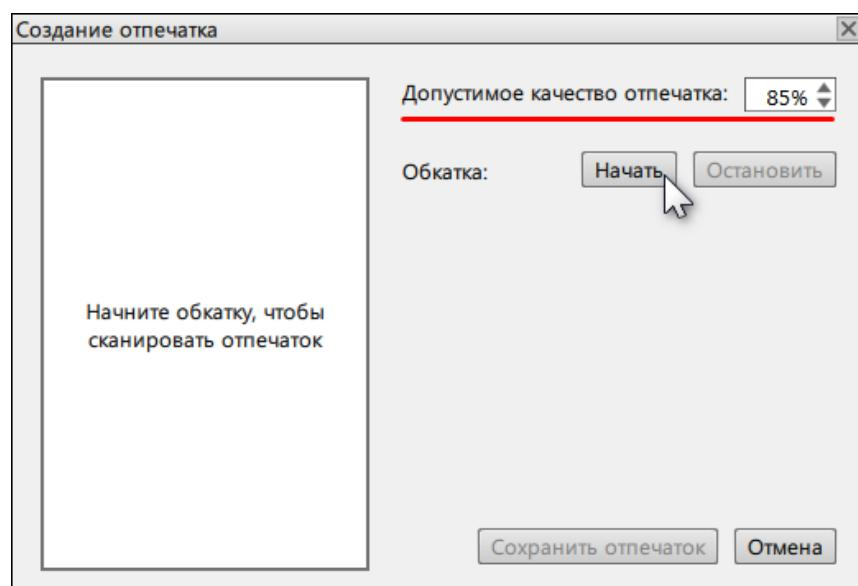

Рисунок 189 - Создание отпечатка
3. Укажите допустимое качество отпечатка (по умолчанию 85%) и нажмите **Начать** (Рисунок 189).